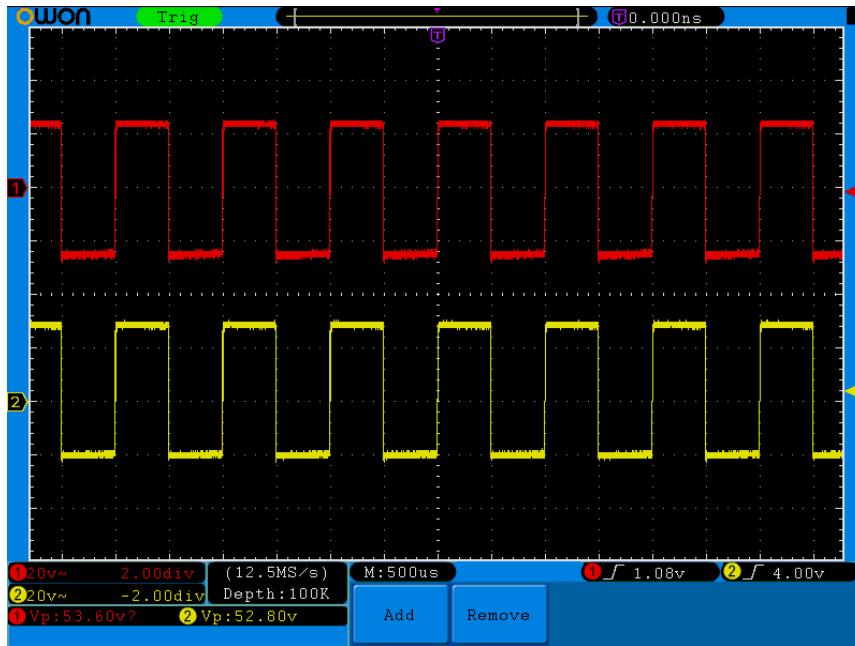

Figure 7-2 Ondulation de la mesure du gain
- (1) Appuyer sur la touche **Autoset** et l'oscilloscope ajustera automatiquement les ondulations des deux canaux dans l'état d'affichage propre.
- (2) Appuyer sur la touche **Measure** pour afficher le menu Measure.
- (3) Appuyer sur la touche **H1**.
- (4) Appuyer sur la touche **F2** et choisir **CH1**.
- (5) Appuyer sur la touche **F1** et tourner le bouton **M** pour choisir **PK-PK**.
- (6) Appuyer sur la touche **F2** et choisir **CH2**.
- (7) Appuyer sur la touche **F1** à nouveau et tourner le bouton **M** pour choisir **PK-PK**.
- (8) Lire les voltages pic à pic du Canal 1 et du Canal 2 depuis le fond à gauche de l'écran (voir *Figure 7-2*).
- (9) Calculer le gain de l'amplificateur avec les formules suivantes.